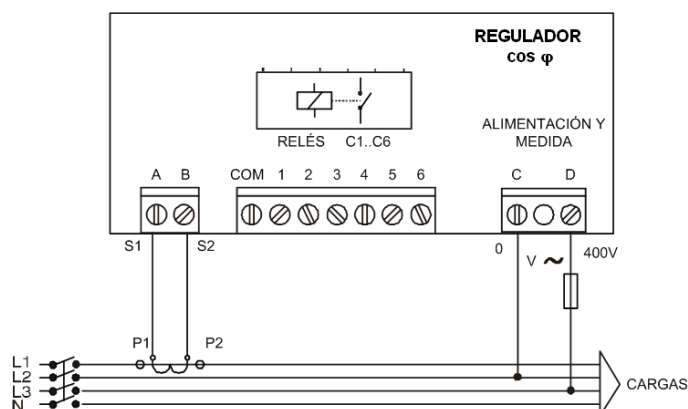

Fig. 6-2 .- Ligação tipo de um regulador apenas com um TC
- Verificar a indicação de $\cos\phi$ do regulador. Se a indicação estiver fora do intervalo 0,5 a 1, existe a suspeita de o transformador de corrente e/ou a alimentação do regulador estarem mal ligados. A maioria de reguladores utilizam apenas um transformador de corrente. Nesse caso, realizar a ligação segundo a fig. 6-2 (colocar o transformador de corrente na fase L1 e aplicar a alimentação de tensão a partir das fases L2 e L3)